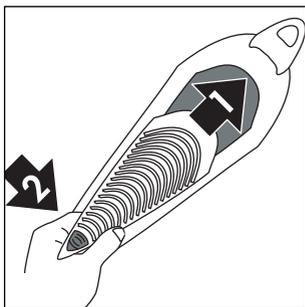

Fig. 19
- 4) Reinscrivere la griglia posizionando prima la parte superiore; poi adagiare la parte inferiore e premere il cursore verso il basso fino ad udire un click (fig. 19).